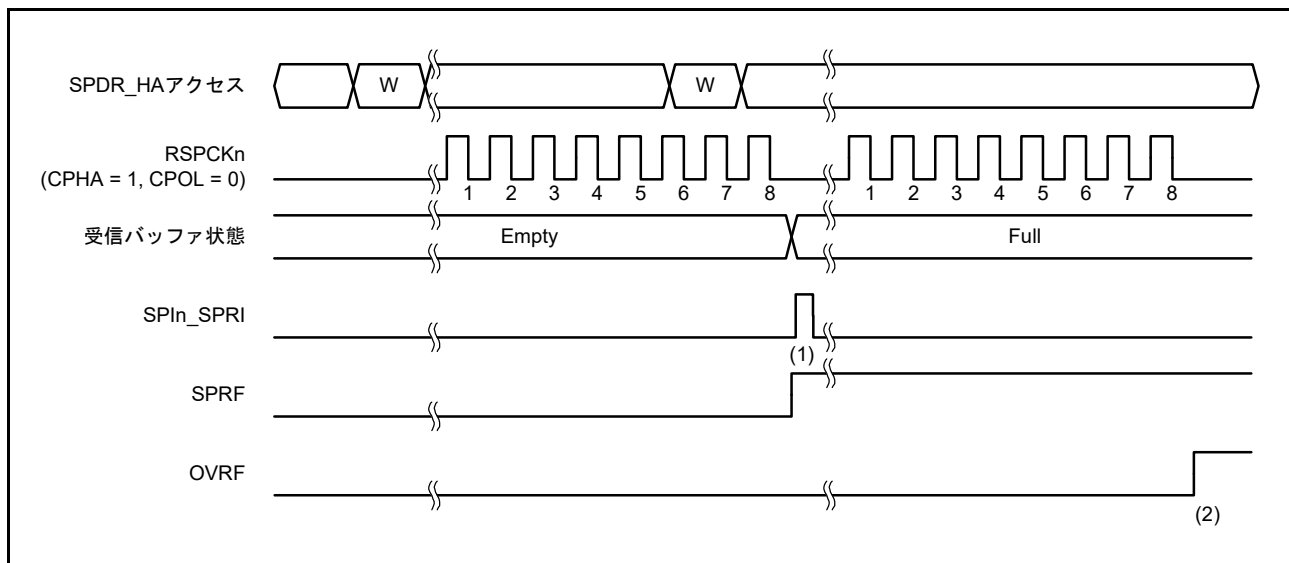
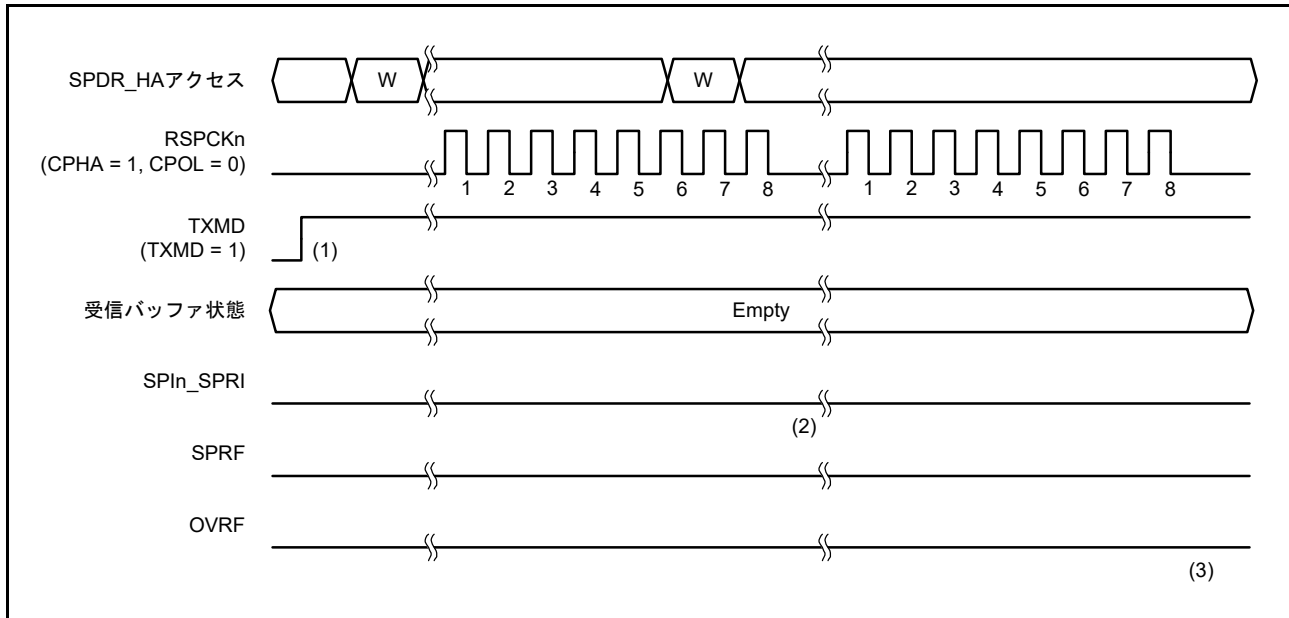

図 30.24 SPCR.TXMD = 0 の動作例
図 30.25 SPCR.TXMD = 1 の動作例
通信動作モード選択ビット (SPCR.TXMD) の設定により、全二重同期式シリアル通信または送信のみの動作を選択できます。図 30.24、図 30.25 に記載のレジスタアクセスは、SPDR/SPDR_HA レジスタへのアクセス状況を示しています。“W” は書き込みサイクルを示しています。
図 30.24 に、通信動作モード選択ビット (SPCR.TXMD) を 0 にした場合の動作例を示します。この例では、SPCMD0.CPHA ビットが 1、SPCMD0.CPOL ビットが 0 の設定で、SPI が 8 ビットのシリアル転送を実行しています。RSPCKn 波形の下に記載された数字は RSPCK サイクル数 (= 転送ビット数) を示しています。
図 30.25 に、通信動作モード選択ビット (SPCR.TXMD) を 1 にした場合の動作例を示します。この例では、SPCMD0.CPHA ビットが 1、SPCMD0.CPOL ビットが 0 の設定で、SPI が 8 ビットのシリアル転送を実行しています。RSPCKn 波形の下に記載した数字は RSPCK サイクル数 (= 転送ビット数) を示しています。
以下に、図 30.25 でのタイミング (1) ~ (3) でのフラグ動作を説明します。
- (1) 送信のみ動作モード (SPCR.TXMD = 1) へ遷移する前に、受信バッファにデータが残っていないこと (SPSR.SPRF フラグ = 0)、および SPSR.OVRF フラグが 0 であることを確認してください。
- (2) SPDR/SPDR_HA レジスタの受信バッファが空の状態ではシリアル転送が終了すると、送信のみモード (SPCR.TXMD = 1) を選択している場合、SPSR.SPRF フラグは 0 を保持し、SPI はシフトレジスタのデータを受信バッファへコピーしません。
- (3) SPDR/SPDR_HA レジスタの受信バッファに以前のシリアル転送の受信データは存在しないため、シリアル転送が終了しても、SPSR.OVRF フラグは 0 を保持し、シフトレジスタのデータを受信バッファへコピーしません。